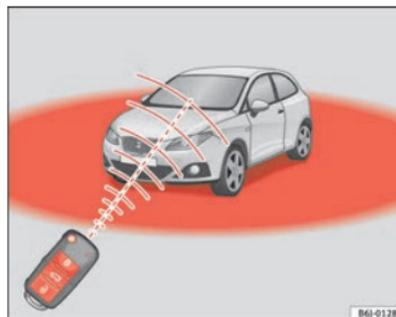

Abb. 44 Wirkungs-
Zudem blinkt die Batterie-Kontrollleuchte des Schlüssels \Rightarrow Abb. 44 auf.
- Die Funk-Fernbedienung funktioniert nur innerhalb ihres Wirkungsbereiches ⇒ Seite 84, Abb. 44.